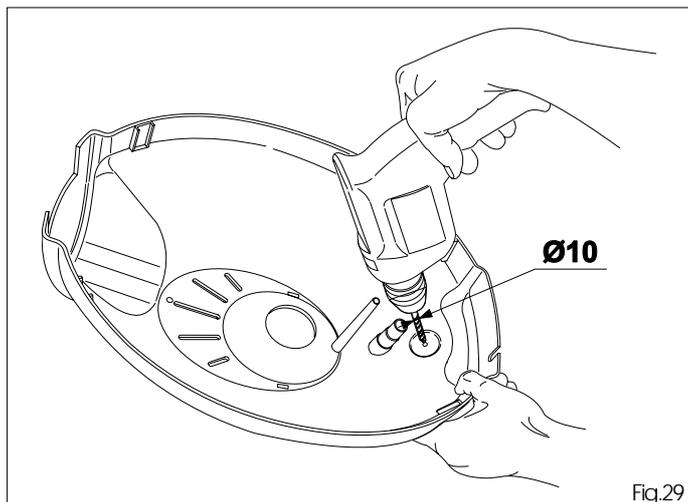

Fig.29
8.2 Cojan el cárter y, mediante un taladro, taladren desde el interior hasta el exterior con la broca adecuada en la zona indicada (fig.29).